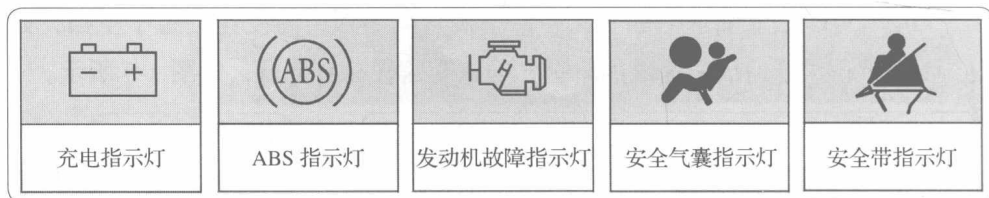

图 1-7 仪表板指示灯
(1) 发动机启动后，仔细感觉发动机声音和车辆振动是否有异常。如果有不正常现象，应立即熄火。
(2) 查看仪表板上的充电指示灯、发动机故障指示灯、ABS 指示灯、安全气囊指示灯、安全带指示灯（系上安全带的情况下）等是否熄灭。如果有指示灯、信号灯不熄灭，应停止使用汽车，如图 1-7 所示。